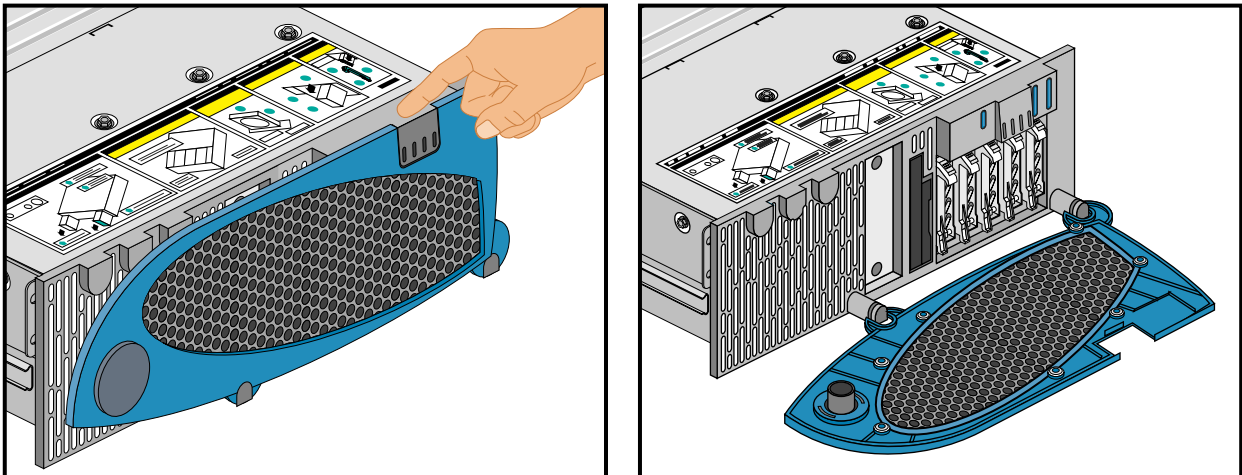

Figura 4-2 Procedimiento para abrir la puerta de la tapa frontal
1. Para abrir la puerta de la tapa frontal, hale el reborde elevado de la puerta de la tapa frontal y, simultáneamente, ejerza contrapresión en el área del sujetador de la cubierta. Para ver una ilustración del procedimiento, consulte la Figura 4-2.
1. Para abrir la puerta de la tapa frontal, hale el reborde elevado de la puerta de la tapa frontal y, simultáneamente, ejerza contrapresión en el área del sujetador de la cubierta. Para ver una ilustración del procedimiento, consulte la Figura 4-2 en la página 83.